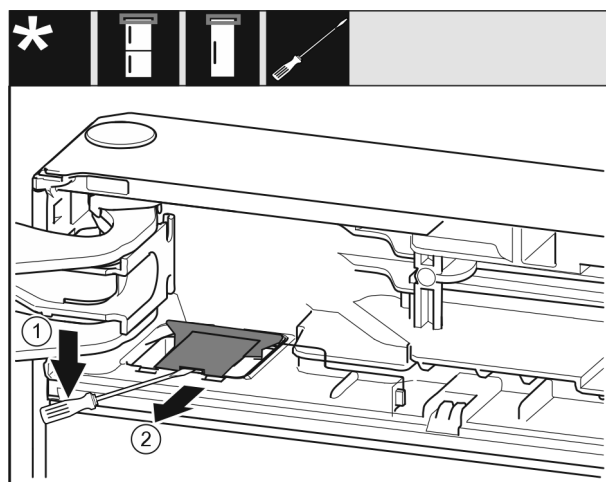

Fig. 14
- Con un cacciavite a intaglio disinnestare la copertura Fig. 14 (1).
- Estrarre la copertura Fig. 14 (2).